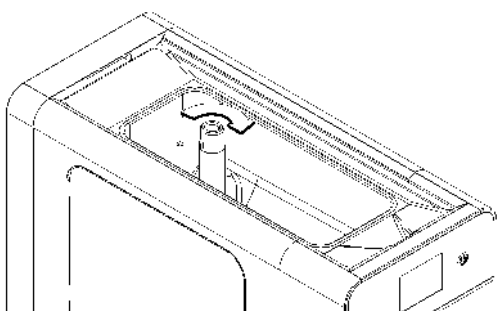

figure 6
**4** Tourner la partie supérieure du tube de mélange à fond dans le sens horaire pour fermer l'entrée de la préparation dans le cylindre. (voir figure 6)